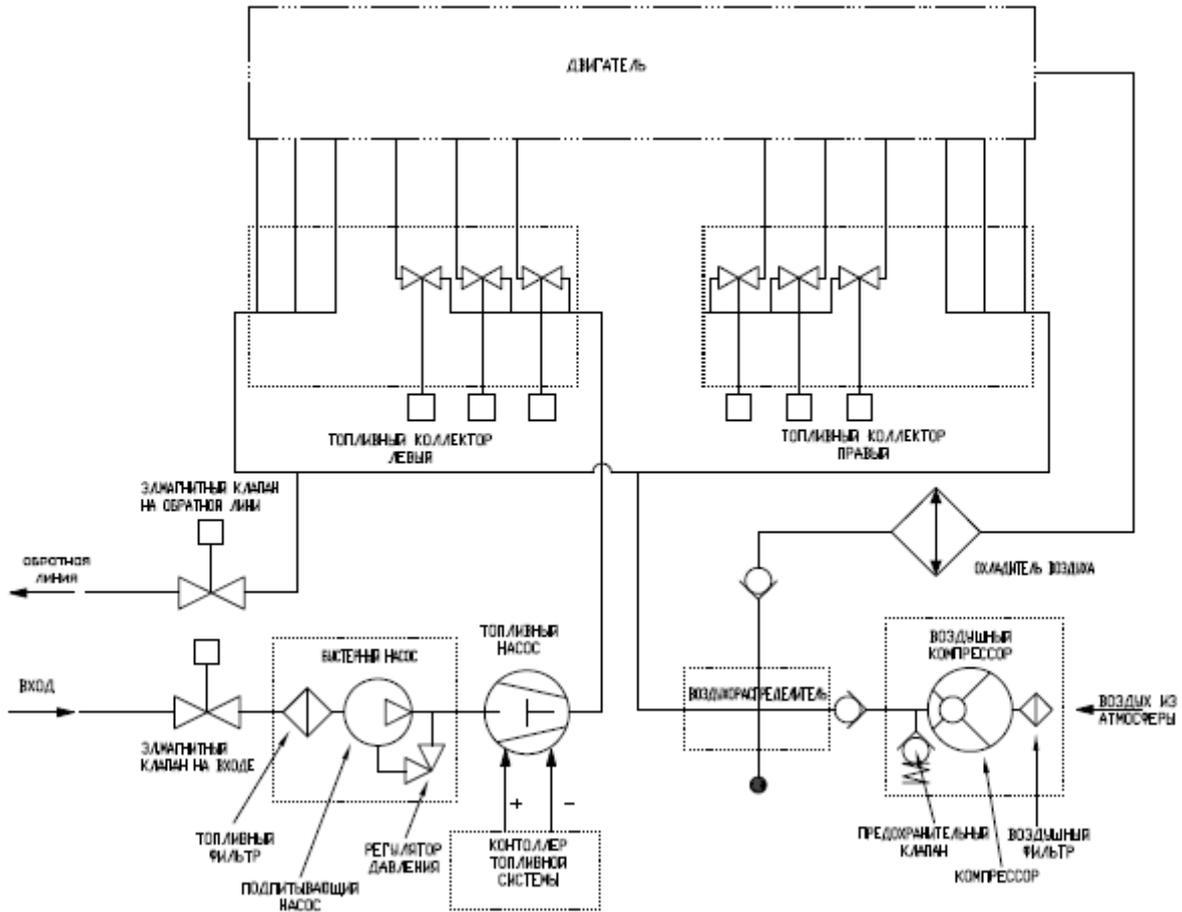

Рисунок 36 Схема топливной обвязки для жидких топлив
4.3.4.2 Работа жидкотопливной системы (см. схему на рис. 36):